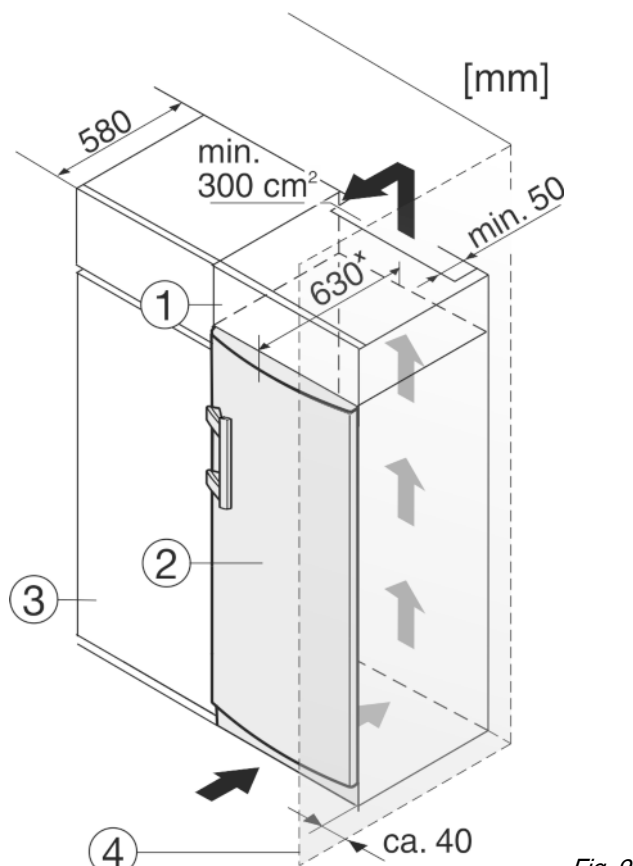

Fig. 9
- (1) Колонна на столешнице (3) Кухонный шкаф
(2) Устройство (4) Стена
Устройство может быть окружено предметами кухонной обстановки. Чтобы уравнять устройство Fig. 9 (2) по высоте с кухонной стенкой, можно установить над устройством соответствующий дополнительный шкафчик Fig. 9 (1).
При комбинировании с кухонными шкафами (глубина макс. 580 мм) устройство можно установить непосредственно рядом с кухонным шкафом Fig. 9 (3). Устройство выступает сбоку на 34 мм* и по центру на 50 мм* относительно передней стенки кухонного шкафа.
Если устройство установлено на шарнирах у стены Fig. 9 (4), то расстояние между устройством и стеной должно быть не менее 40 мм. Настолько выступает ручка при открытой двери.